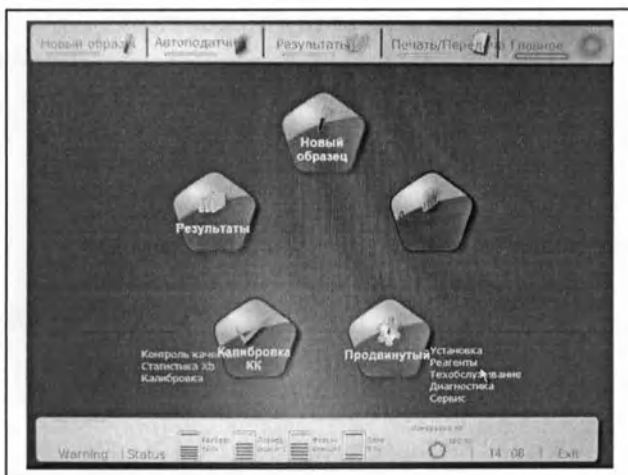

Рис. 7
9. В главном меню (рис. 7) выбрать клавишу ПРОДВИНУТЫЙ (ADVANCED). Откроется Меню ADVANCED, выбрать вкладку Reagents (рис. 9)
В главном меню (рис. 7) выбрать клавишу Продвинутый (ADVANCED). Откроется Меню ADVANCED, выбрать вкладку Setup (Рис.12)